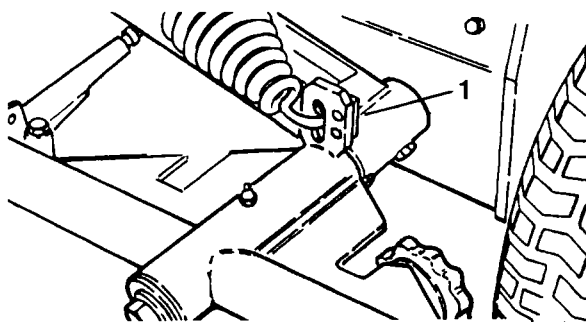

Fig. 49
1. Sæt krogen i den ene ende af fjederen ind i det andet hul (nedefra) på klippeenhedens løfteflig (Fig. 49).